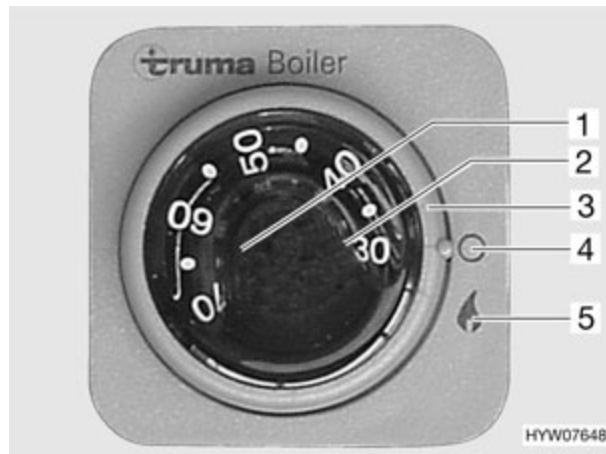

Fig. 105 Conmutador de mando para caldera Truma
- Conectar la caldera girando el interruptor giratorio (Fig. 105,3) en "🔥" (Fig. 105,5). La luz de control verde de "funcionamiento" ilumina el botón giratorio (Fig. 105,1). La luz de control roja (Fig. 105,2) se enciende en caso de avería (véase el capítulo 15).
- Ajustar con el botón giratorio (Fig. 105,1) la temperatura del agua deseada.
- Poner el interruptor giratorio (Fig. 105,3) en "0" (Fig. 105,4).
La luz de control roja (Fig. 105,2) se enciende en caso de avería (véase el capítulo 15).